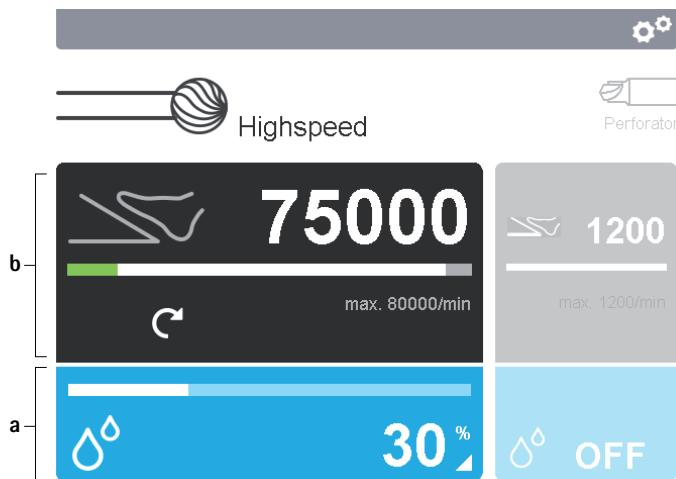

Fig. 5 Activation des zones de commande
- Modification des paramètres de réglage de la partie appliquée: activer la zone de commande Partie appliquée b sur le visuel 2, voir Fig. 5.